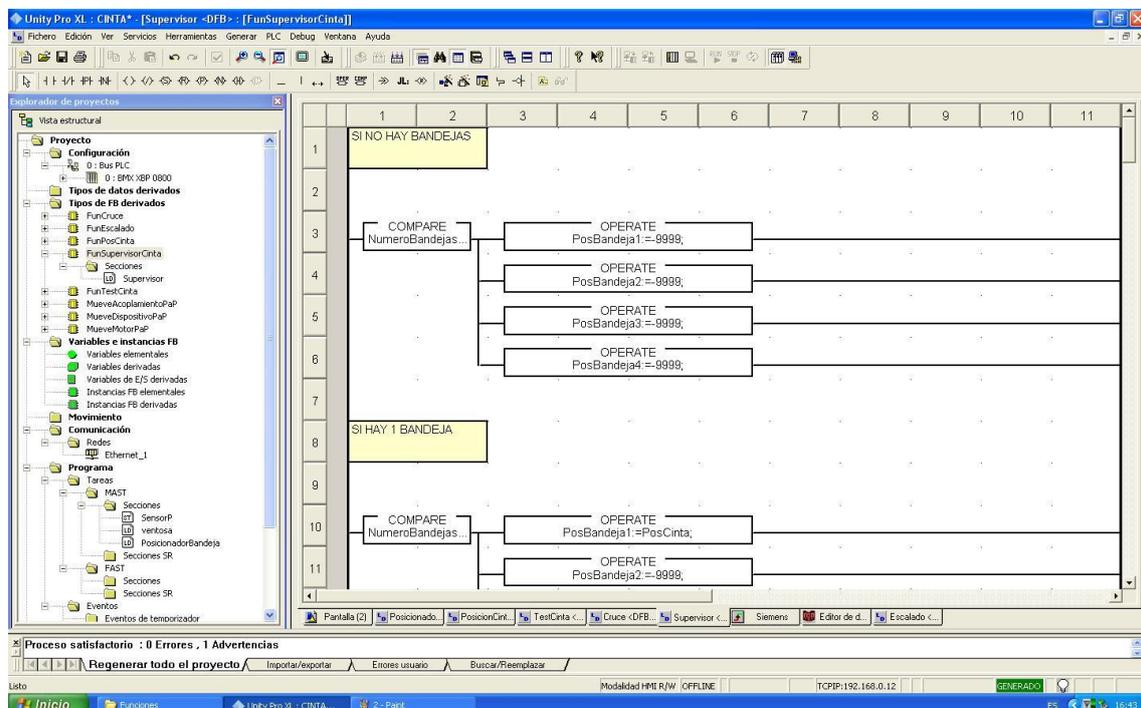

Figura 5.5.1
■ Caso 1. No hay bandejas (Figura 5.5.1):